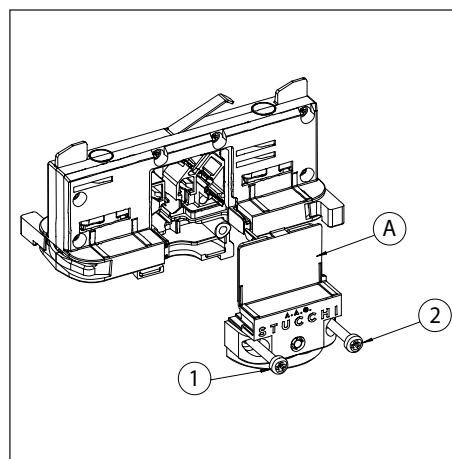

Fig. 2 Chiusura dell'adattatore
- 9009-4/... senza la possibilità della gestione di un segnale di controllo (fig. 2)
Una volta cablato e fissato l'apparecchio all'adattatore, chiuderlo con il rispettivo coperchio (A) utilizzando le due viti (1 e 2). Coperchio e viti sono fornite con l'adattatore (fig.2).